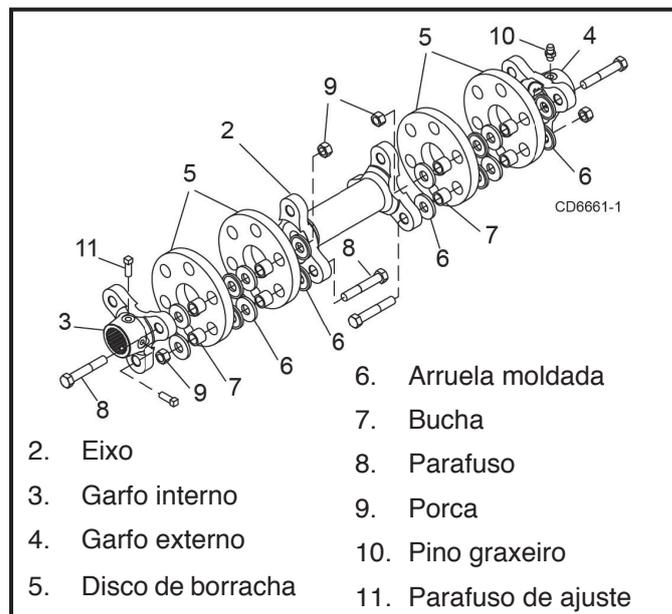

Figura 21. Conjunto de Transmissão Lateral
Volte a montar o eixo conforme mostrado na Figura 21. Os garfos das extremidades (3 e 4) não são fixados diretamente ao eixo central (2). Use a arruela especial (6) e as buchas (7) entre os discos de borracha (5) e sob a cabeça do parafuso ou porca próxima ao disco de borracha. Aperte as porcas (9) uniformemente até que as arruelas (6) estejam ligeiramente encaixadas nos discos de borracha.